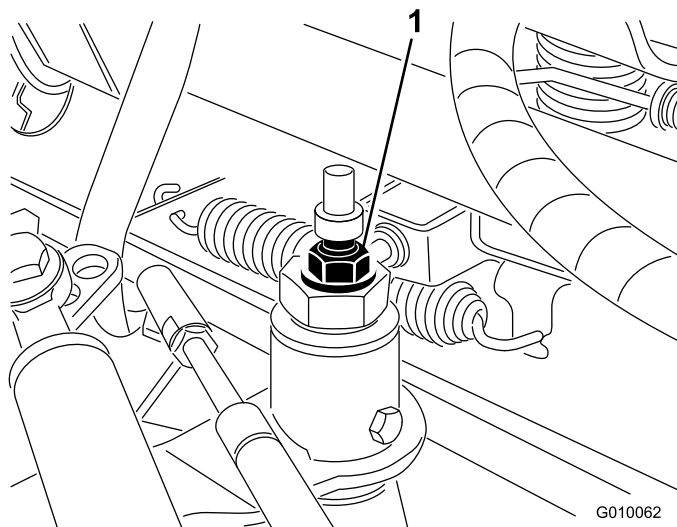

Figura 55
3. Afloje la contratuerca de la leva de ajuste de tracción (Figura 55).